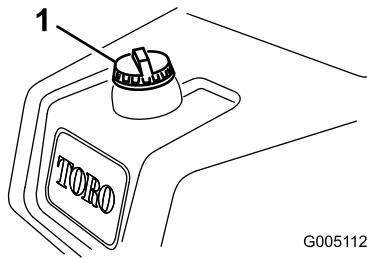

図 26
- 燃料キャップ（図 26）の周囲をきれいに拭いてキャップ外す。